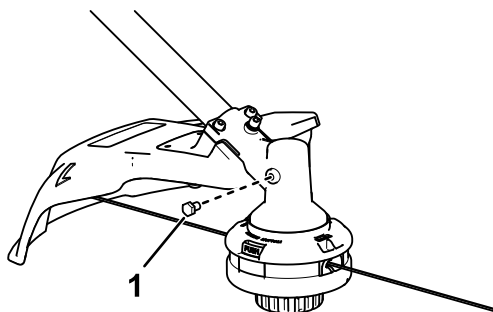

Figure 13
3. Retirez le bouchon sur le côté de la débroussailleuse (Figure 13).